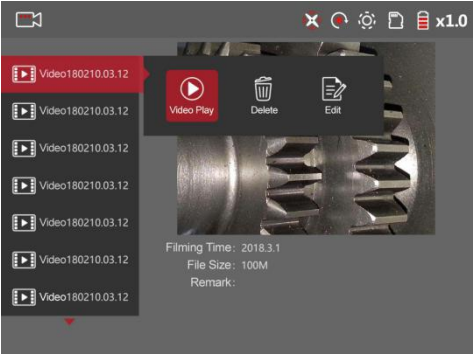

Figure 17
- 2) Play video files (Figure 17).